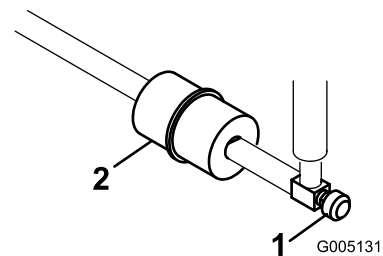

Figure 45
Le filtre à carburant en ligne se trouve dans la conduite d'alimentation, entre le réservoir de carburant et le carburateur (Figure 45).
- Fermez le robinet d'arrivée de carburant (Figure 45).
- Placez un bac de vidange sous le filtre, desserrez le collier sur le côté carburateur du filtre, et débranchez la conduite de carburant du filtre (Figure 45).
- Desserrez l'autre collier et déposez le filtre (Figure 45).